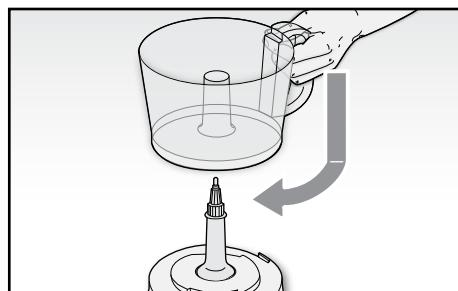

Fig. 3
- Collocare la ciotola (P) sul corpo motore (B) e bloccarla ruotandola in senso orario in modo che l'aletta posta nella parte inferiore del manico si innesti perfettamente a scatto nella fessura sul corpo motore (Fig. 3).